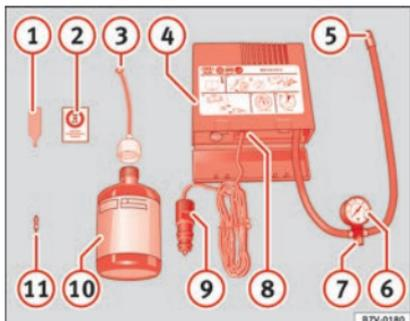

Fig. 48 Representação standard: conteúdo do kit antifuros.
- Desenrosque a proteção e o obus da válvula do pneu. Utilize o aparelho »» Fig. 48 (1) para retirar o obus. Coloque-o numa superfície limpa.
- Agite com força a garrafa de vedante de pneus »» Fig. 48 (10).
- Enrosque o tubo de enchimento »» Fig. 48 (3) na garrafa de vedante. O selo da garrafa partir-se-á automaticamente.
- Remova o tampão do tubo de enchimento »» Fig. 48 (3) e enrosque a extremidade aberta do tubo na válvula do pneu.
- Volte a colocar o obus com o aparelho »» Fig. 48 (1) na válvula do pneu.
- Enrosque o tubo de enchimento do pneu do compressor »» Fig. 48 (5) na válvula do pneu.
- Verifique se o parafuso de evacuação de ar está enroscado »» Fig. 48 (7).
- Ligue o conector »» Fig. 48 (9) a uma tomada de corrente de 12 volts do veículo »» ícone Página 128.
- Ligue o compressor de ar com o interruptor ON/OFF »» Fig. 48 (8).